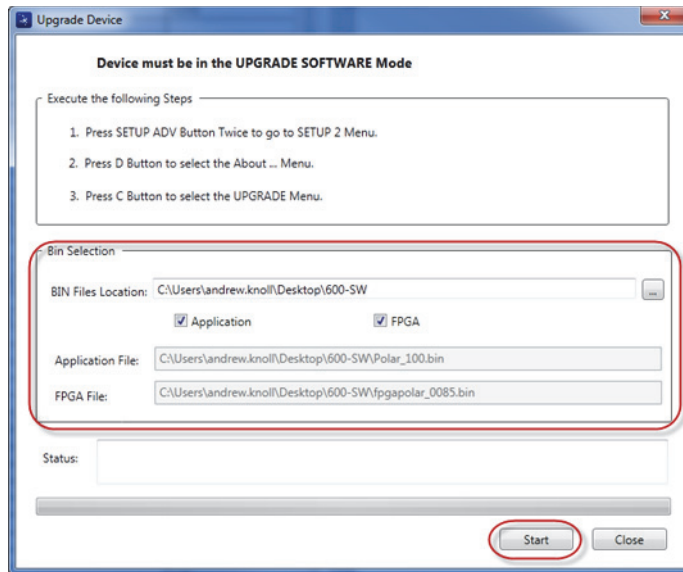

図 6-13 デバイスの更新ダイアログボックス
Upgrade Device (デバイスの更新) ダイアログボックスが開きます (313 ページの図 6-13 を参照)。
7. **Upgrade Device** (デバイスの更新) ダイアログボックスの **Bin Selection** (ビンの選択) で、NORTEC 600 更新ソフトウェアの場所を指定し、**Application** (アプリケーション) と **FPGA チェックボックス** を選択します (313 ページの図 6-13 を参照)。